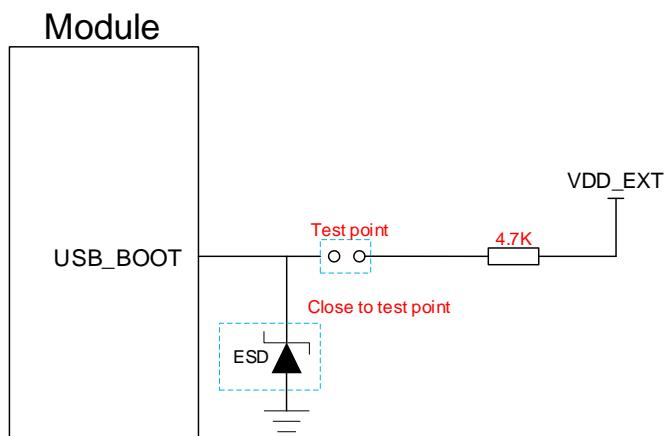

图 18: USB\_BOOT 参考设计电路
2. 使用 MCU 控制模块进入紧急下载模式时按照如上时序图进行控制，在给模块 VBAT 上电前不建议上拉 USB\_BOOT 到 1.8 V；手动紧急下载方式按照图 18 所示短接测试点即可。